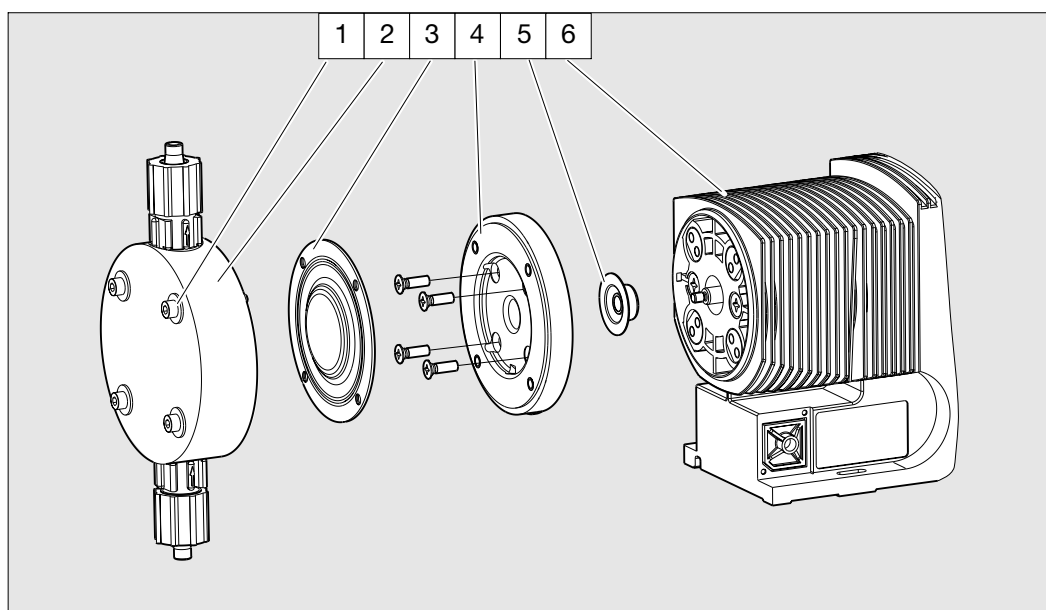

Fig. 22
- ▶ Enlevez la tête doseuse (2) avec les vis (1) de la pompe (comp. fig. 22). Uniquement pour le type 0232 : enlevez les vis de la rondelle de tête (4) sous la membrane (4). Remettez en place la tête doseuse (2) avec les vis (1) - les vis doivent encore être enfoncées dans les perçages de la membrane mais pas dans l'entretoise!
- ▶ Tenez le corps (6) d'une main et coincez la membrane (3) avec l'autre main entre la tête doseuse (2) et l'entretoise (4). Dégagez la membrane (3) de l'axe d'entraînement par une légère rotation par à-coup de la tête doseuse (2) et du entretoise (4) en sens inverse horaire.
- ▶ Tirez la tête doseuse (2) avec les vis (1) de la membrane (3) et dévissez celle-ci entièrement de l'axe d'entraînement.
- ▶ Retirez l'entretoise (4) du corps (6).
- ▶ Vérifiez l'état de la membrane de sécurité (5) et remplacez-la si nécessaire.
- ▶ Glissez la membrane de sécurité (5) sur l'axe d'entraînement uniquement jusqu'à ce qu'elle s'appuie de manière plane contre le corps de la pompe (6) – pas plus loin !
- ▶ Vissez à titre d'essai la nouvelle membrane (3) jusqu'en butée sur l'axe d'entraînement – ce vissage doit être possible, sinon le dosage ultérieur de la pompe ne sera pas précis !
- ▶ Lorsque la pompe est en marche, tournez lentement la membrane (3) dans le sens horaire jusqu'à ce que les 4 perçages de la membrane soient alignés avec ceux du corps de pompe (6).
- ▶ Maintenez la membrane (3) dans cette position, réglez la longueur de course sur 0 % et arrêtez la pompe.